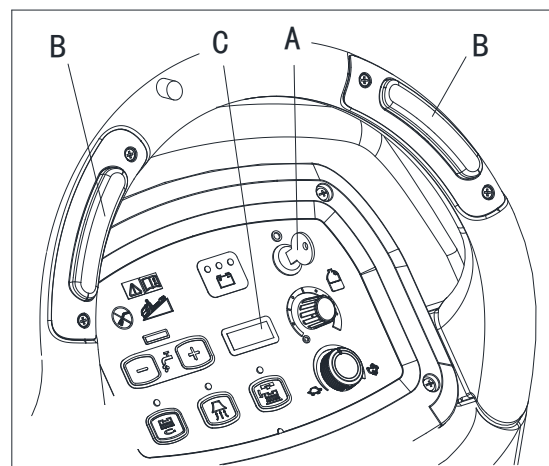

Figure 25
1. Tourner la clé de contact (A, Fig. 25) sur "I".
2. Appuyer sur le commutateur (B) et lire sur le compteur horaire (C) le nombre total d'heures de travail (récurage/séchage) effectuées par la machine.
3. Appuyer encore sur le commutateur (B).
4. Tourner la clé de contact (A) sur "0".